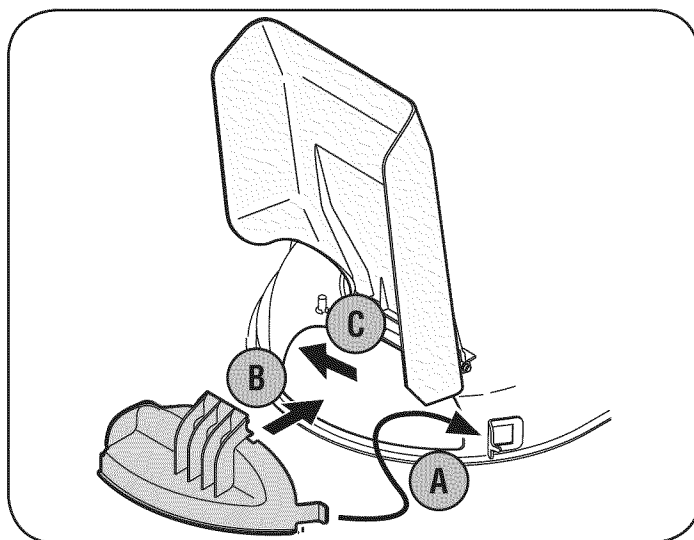

Figura 12
2. Inserte la lengüeta derecha (A) de la clavija en el soporte de la plataforma. Vea la Figura 12.